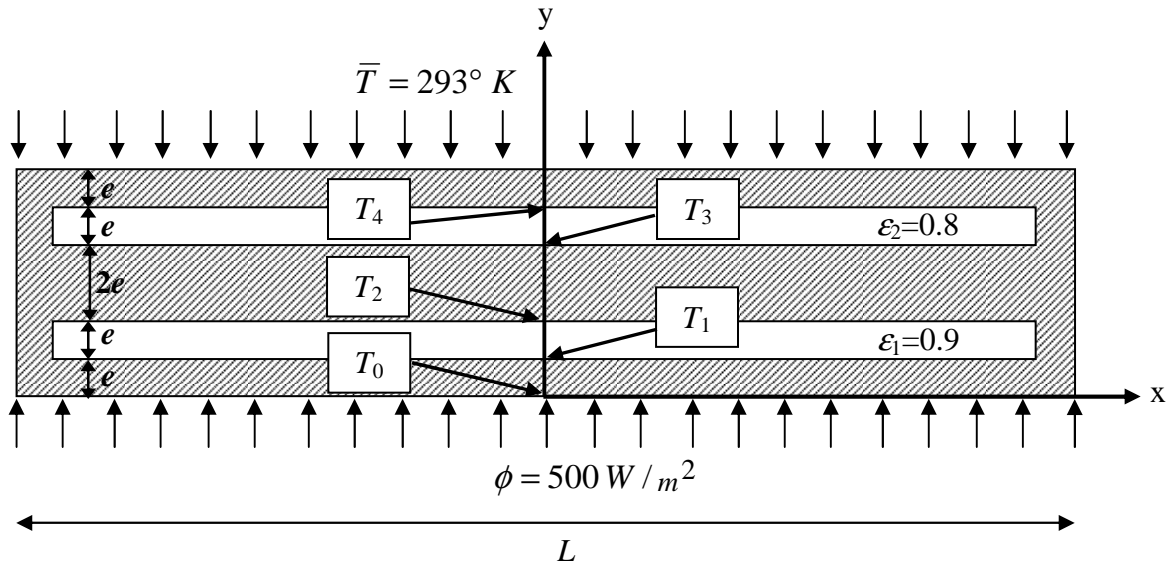

Figure 4
On considère un problème 2D plan avec une structure constituée de deux enceintes séparées par de la matière (fig. 4). Dans la matière, on ne considèrera que du transfert thermique en conduction avec une conductivité de  $50 \text{ W/(m } ^\circ\text{K)}$ . Dans les enceintes, on ne considèrera que du transfert thermique radiatif. Chaque enceinte est constituée de quatre surfaces rayonnant entre elles. Les surfaces de l'enceinte du bas ont une émissivité  $\varepsilon_1=0.9$  et celles du haut une émissivité  $\varepsilon_2=0.8$ . La face inférieure de la structure est soumise à un flux imposé  $\phi$  égal à  $100 \text{ W/m}^2$  et la face supérieure à une température imposée  $\bar{T}$  égale à  $293 \text{ } ^\circ\text{K}$ . On rappelle que la constante de Stefan-Boltzmann est égale à  $5.67 \cdot 10^{-8} \text{ W/(m}^2 \text{ } ^\circ\text{K}^4)$ . On supposera pour les calculs que la largeur  $L$  de la structure est très grande devant l'épaisseur  $e$  ( $e=1 \text{ m}$ ).
- 1) Calculer analytiquement les températures  $T_0, T_1, T_2, T_3$  et  $T_4$  au centre de la structure (cf. fig. 4).